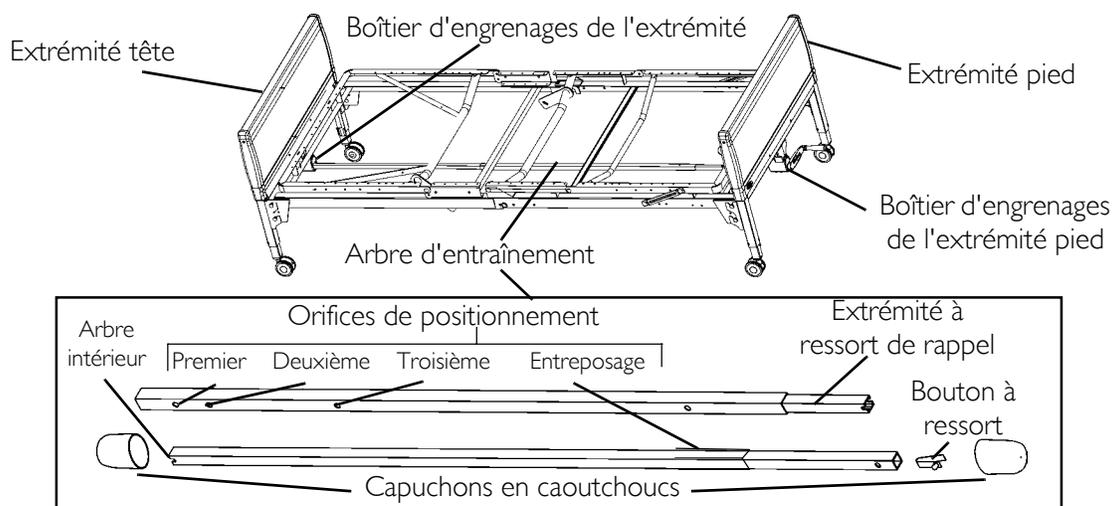
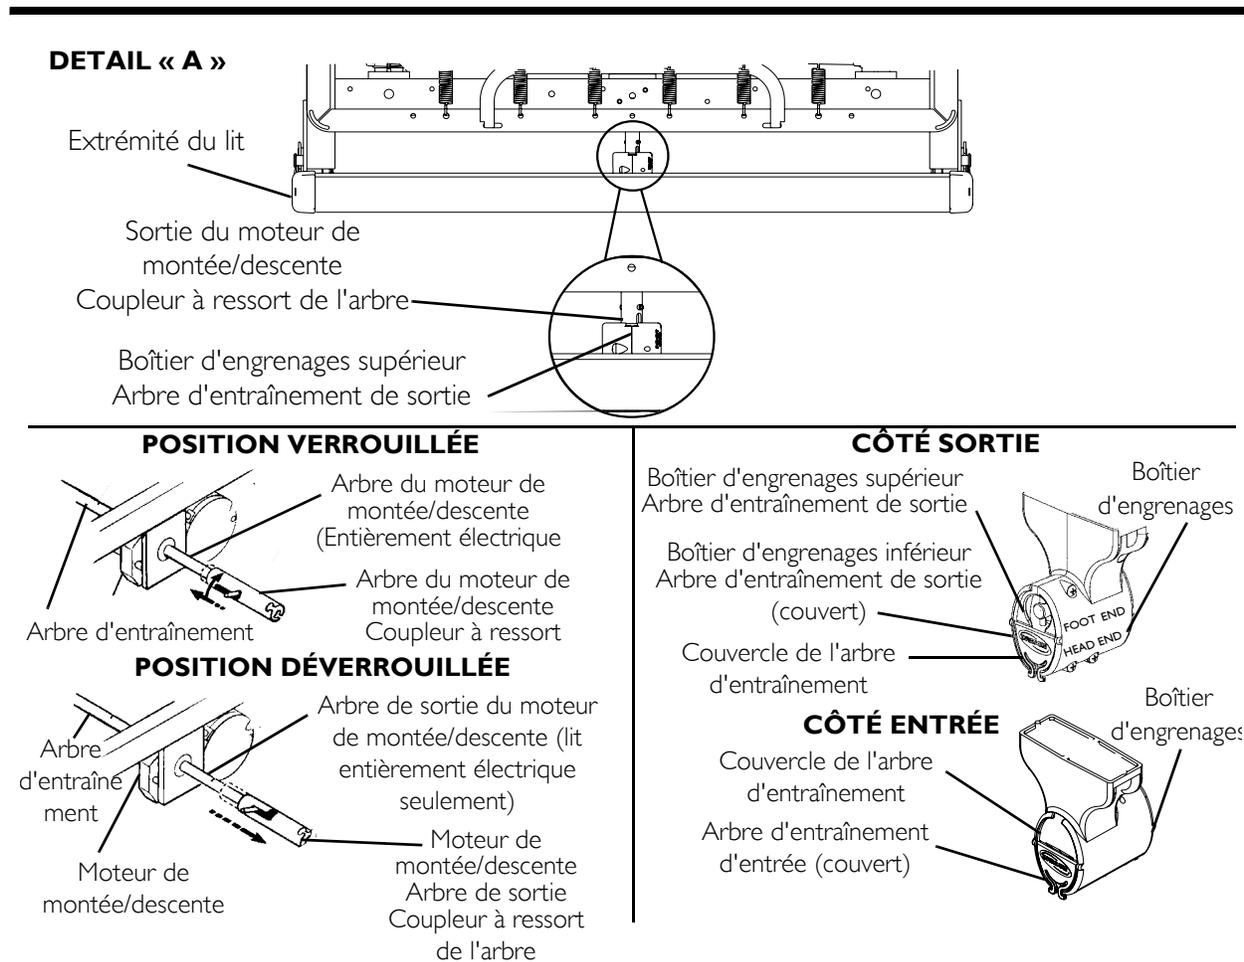

FIGURE 4.9 Assemblage de l'arbre d'entraînement
FIGURE 4.10 Assemblage de l'arbre d'entraînement
REMARQUE : Pour cette procédure, se référer à la FIGURE 4.9, page 30 et FIGURE 4.10, page 31.
- Pour les lits semi-électriques et manuels, utiliser le premier orifice de positionnement. Consulter FIGURE 4.9.
- Pour les lits avec boîtiers d'engrenage à un seul arbre, utiliser le deuxième orifice de positionnement. Consulter FIGURE 4.9.
- Pour les modèles entièrement électriques, utiliser le troisième orifice de positionnement. Consulter FIGURE 4.9.
- ii. S'assurer que le coupleur à ressort de l'arbre de sortie du moteur de montée/descente est bien aligné avec le boîtier d'engrenages de l'extrémité pied du lit, comme montré dans le détail « A » de la FIGURE 4.10.